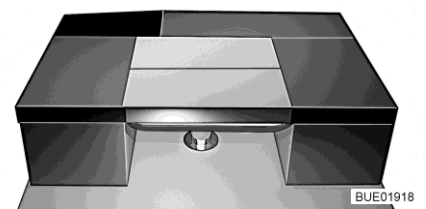

Fig. 160 Après la transformation
- Placer le coussin de dossier de la banquette en travers sur la table (voir Fig. 160).